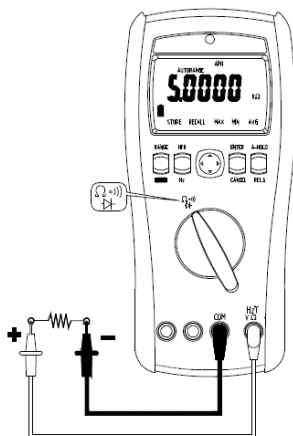

Рис.7.3
3. Синей функциональной клавишей выбрать (циклически) требуемый режим измерения: **Ω** (сопротивление) (см. рис. 7.3).